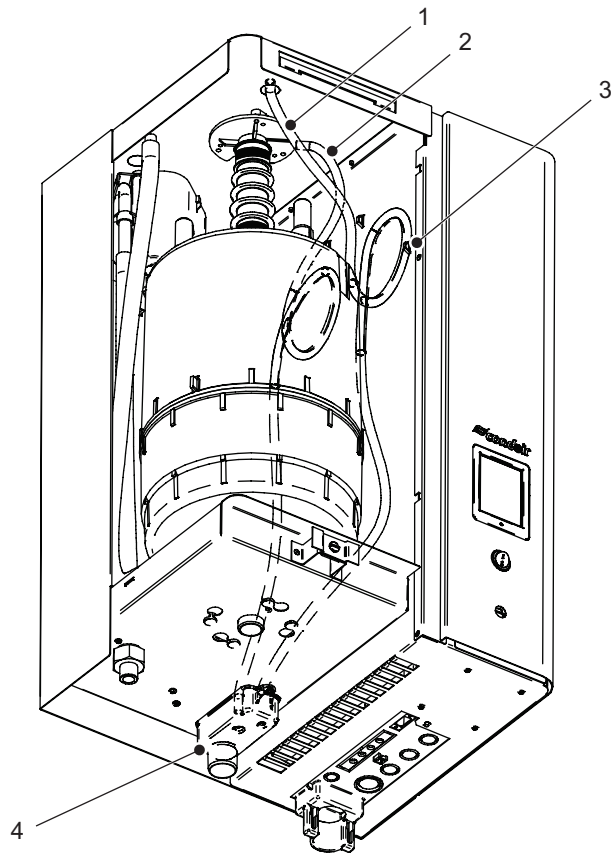

Bild 21: Kondensatschlauchanschlüsse am Befeuchter
- a. Verbinden Sie den ø8/12 mm-Kondensatschlauch (mitgeliefert) mit dem entsprechenden Anschluss am Ablaufbecher des Befeuchters. Sichern Sie den Schlauch mit der Schlauchklemme (mitgeliefert). Siehe Bild 21.